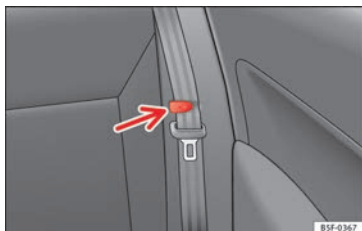

Fig. 153 Pinza para sujetar el cinturón de seguridad.
- Coloque los cinturones de seguridad laterales en la pinza del revestimiento » **fig. 153**.